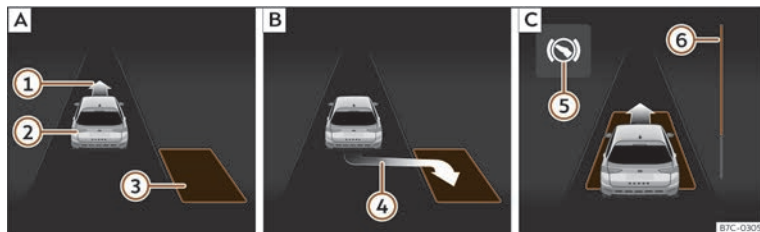
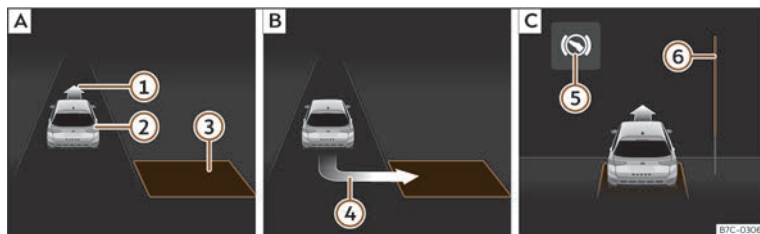

Fig. 176 A la pantalla del quadre d'instruments: aparcar en línia. **[A]** Cercar un espai per aparcar. **[B]** Posició per aparcar. **[C]** Maniobrar.
Fig. 177 A la pantalla del quadre d'instruments: aparcar en bateria. **[A]** Cercar un espai per aparcar. **[B]** Posició per aparcar. **[C]** Maniobrar.
• Mireu la visualització de la pantalla del quadre d'instruments si s'ha detectat l'espai en qüestió com a "apropiat" i si s'ha arribat a la posició correcta per aparcar-hi» **fig. 176 [B]** o»» **fig. 177 [B]**. L'espai es considera "apropiat" si a la pantalla del quadre d'instruments hi apareix la indicació d'aparcar **(4)**.
• Retrocediu fins que soni el senyal continu del ParkPilot; **O BÉ:** retrocediu fins que a la pantalla del quadre d'instruments aparegui la indicació de fer marxa endavant»» **fig. 176 [C]** o»» **fig. 177 [C]**; **O BÉ:** retrocediu fins que a la pantalla del quadre d'instruments aparegui el missatge **Park Assist finalizado**. La barra de progrés **(6)** indica la distància que cal recórrer»» pàg. 274.
• Feu marxa endavant fins que soni el senyal continu del ParkPilot; **O BÉ:** feu marxa endavant fins que a la pantalla del quadre d'instruments aparegui la indicació de fer marxa enrere. El sistema d'aparcament assistit dirigeix el vehicle marxa endavant i marxa enrere fins a centrar-lo en l'espai buit»» **fig. 176 [C]** o»» **fig. 177 [C]**.
La barra de progrés»» **fig. 176 (6)** i»» **fig. 177 (6)** mostra simbòlicament a la pantalla del quadre d'instruments la distància relativa que queda encara per recórrer. Com més gran és la distància, més plena és la barra de progrés. En circular marxa endavant, el contingut de la barra de progrés disminueix cap amunt, i en circular marxa enrere, disminueix cap avall.